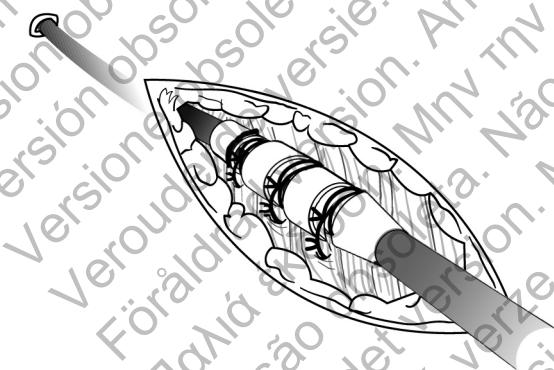

Figura 9. Ejemplo de manguito de sutura, técnica de implantación percutánea
1. Pele la vaina introductora y deslice el manguito de sutura profundamente en el tejido (Figura 9 en la página 26).